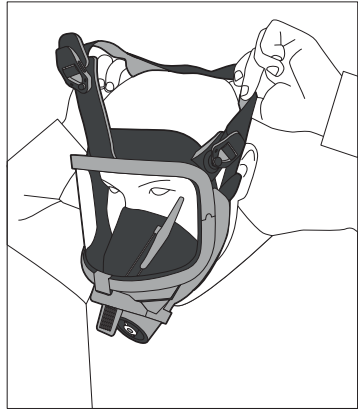

Рис. 2
3. Покладіть підборіддя в маску та натягніть ремені наголовника на голову (рис. 2). Під час натягування слід переконатись, що наголовник вдягнений правильно та не перекручений.